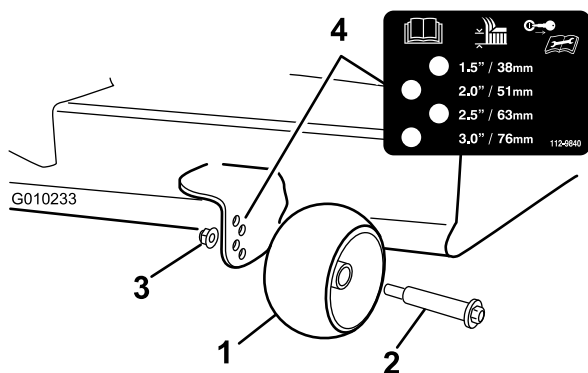

Figura 28
3. Ajuste los rodillos protectores del césped según se muestra en Figura 28 a la posición de altura de corte más próxima.